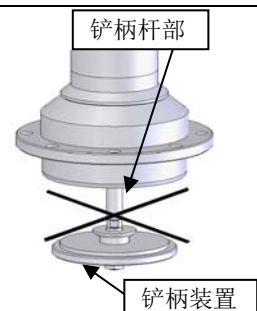

Fig.5 铲柄装置部
- 安装泵时，泵下侧的铲柄装置要已完成装入操作。铲柄装置部分尚未装入时就安装泵的话，铲柄杆部容易弯曲、或引发泵的吸入不良。(Fig.5)
- 不得把手放入泵本体与铲柄装置之间。以免因急速启动而被夹伤。(Fig.5)